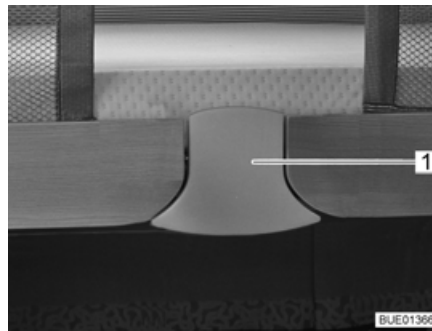

Fig. 118 Sblocco
- Estrarre la placca di sbloccaggio (Fig. 118,1) tirandola verso il basso. Il bloccaggio viene sbloccato.